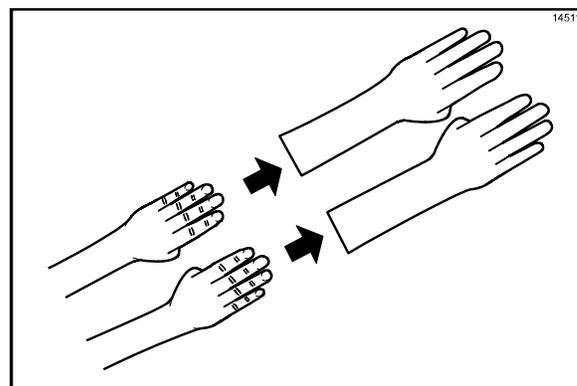

Figura 80
6. Póngase guantes resistentes al calor. (Vea la figura 80.)